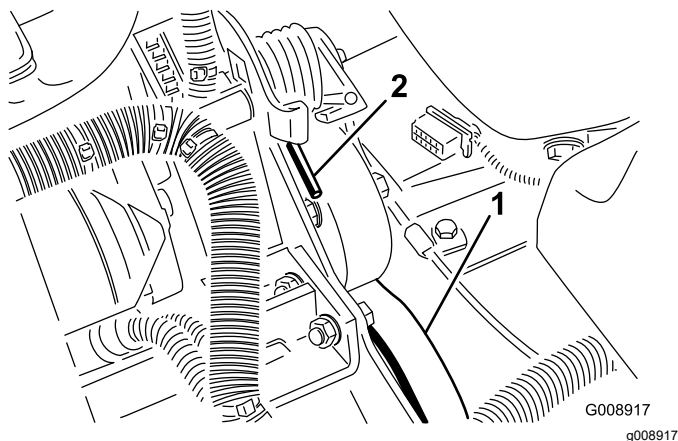

Figura 72
2. Empurre a mola para a frente e para trás (Figura 72) para a desprender do apoio e libertar a tensão da mola.